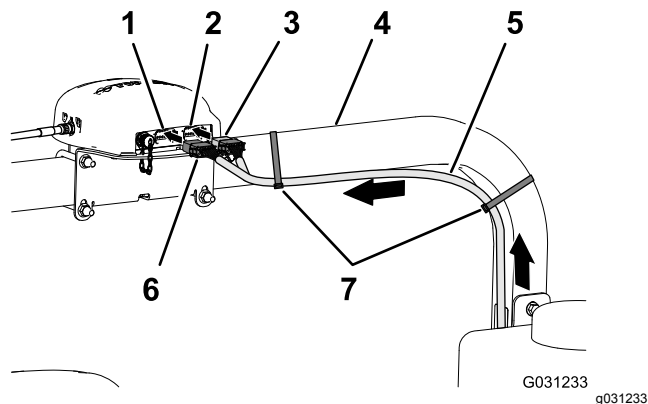

Figura 134
2. Passe a secção com 390 cm da cablagem dos dados ao lado do tubo ROPS direito com o conector de 12 tomadas (**cinzento**) e o conector de 12 tomadas (**preto**) para cima na direção do recetor da navegação (Figura 134).
- Prenda a secção com 390 cm da cablagem dos dados ao tubo ROPS direito com 2 braçadeiras de cabos, como se mostra na Figura 134.